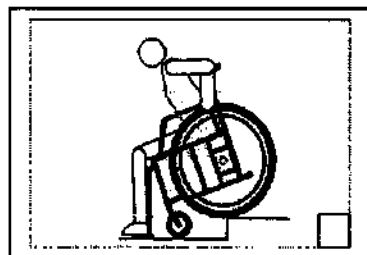

Рис. 7
6.6. Не следует съезжать с тротуара передом, если бордюр высокий: подножки коляски могут упереться в землю. (Неправильный спуск – рис.7). Самостоятельно спускаться с высоких бордюров можно на балансе задних колёсах, если позволяют физические возможности и выработанный навык. Смотрите пункт 6.2.